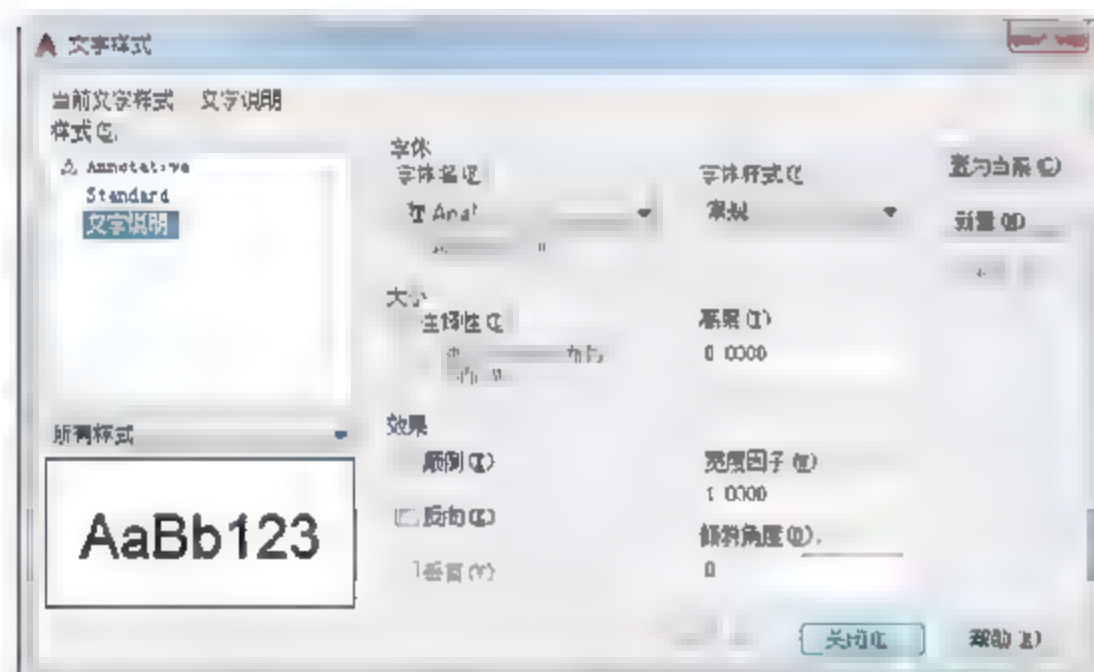

图6-6 新建样式
**03** 单击【确定】按钮，返回到【文字样式】对话框，新建的样式出现在【样式】列表框中，如图6-6所示。